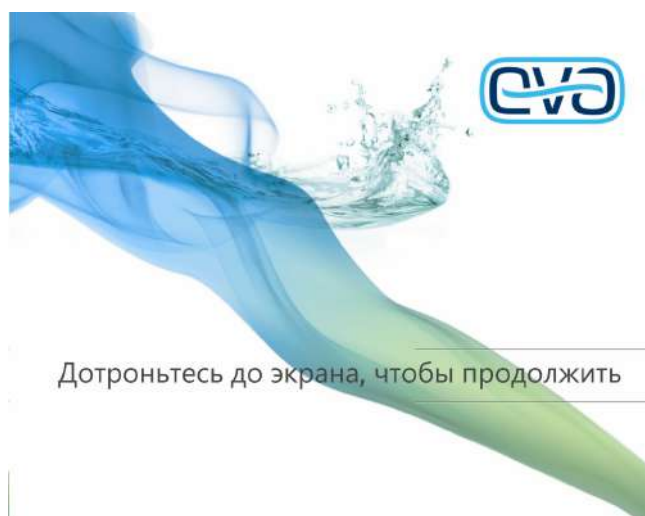

Fig. 46: Экран приветствия
3. Подождите, пока появится экран ПРИВЕТСТВИЯ (рис. 46).